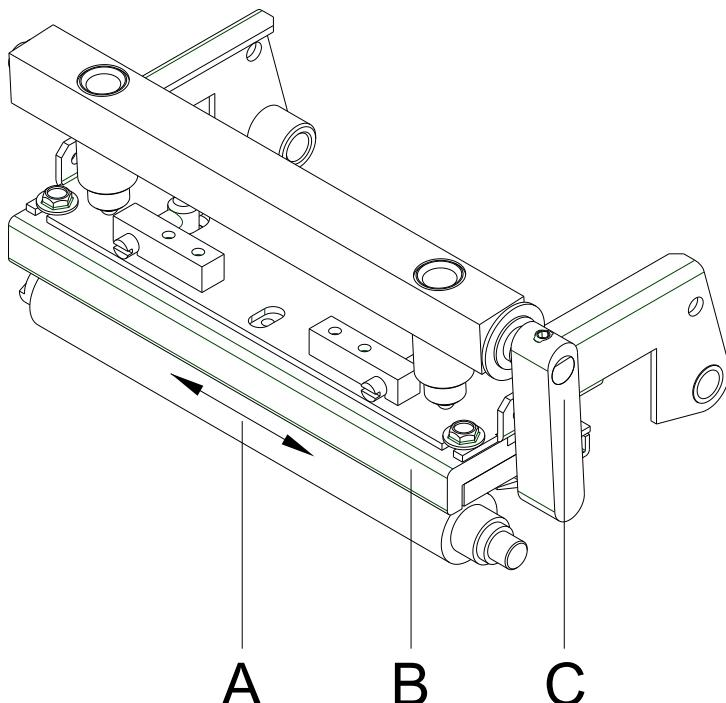

Figure 16
2. Tourner le levier (A, en Figure 16) en sens inverse des aiguilles d'une montre pour déverrouiller la tête d'impression.
7. Pour fermer la tête d'impression tourner le levier (A, en Figure 16) dans le sens des aiguilles d'une montre jusqu'à ce qu'il engage.